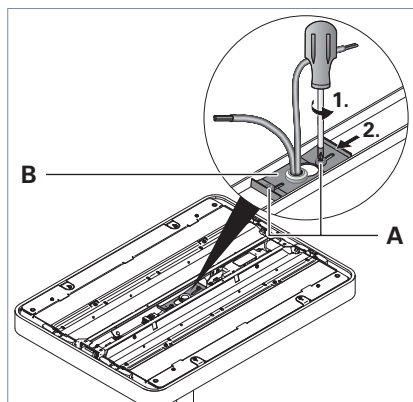

Fig. 21: Démonter la tête du luminaire d'un luminaire à raccordement central.
- Dévisser les deux vis **A** de la patte de retenue **B**, voir Fig. 21.
- Poussez la patte de retenue sur l'autre côté jusqu'à la butée, voir Fig. 21.